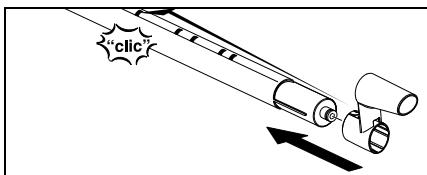

Fig. 2
- Tout en maintenant la touche de déverrouillage enfoncee, faire glisser le crochet de rangement (G3) le long d'un tube de rallonge jusqu'au deuxième cran en partant du haut. Lorsque la touche de déverrouillage est relâchée, le crochet doit s'enclencher (voir fig. 2).